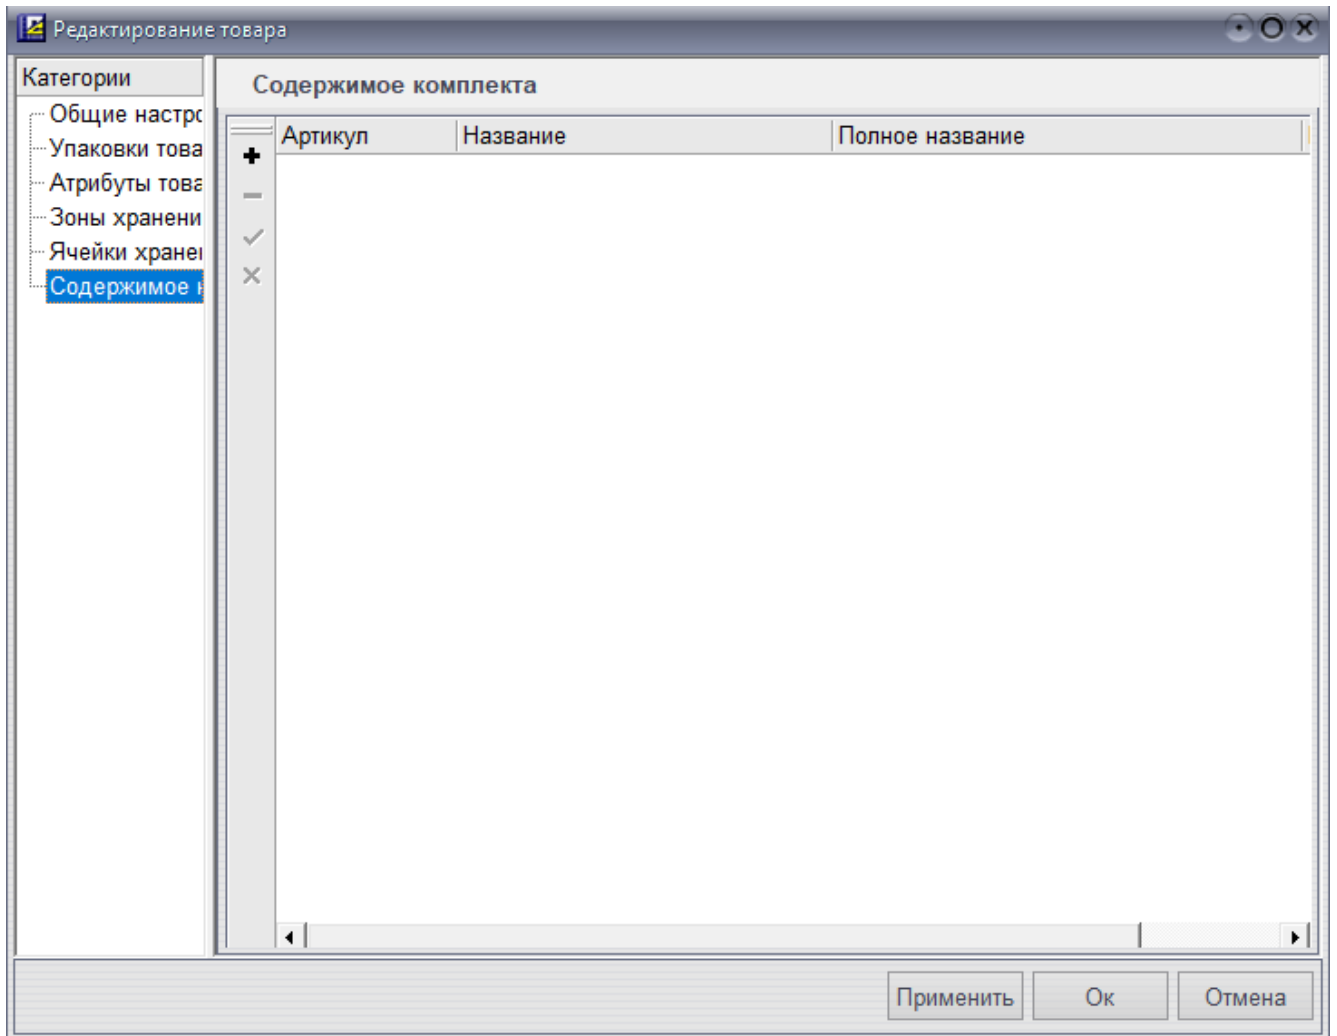

Рисунок 5.6.
5) Содержимое комплекта (рис. 5.6):
Для печати этикеток тары нужно выбрать модуль «Печать-Тара». В открывшемся окне ввести следующие количества (рис. 5.6):